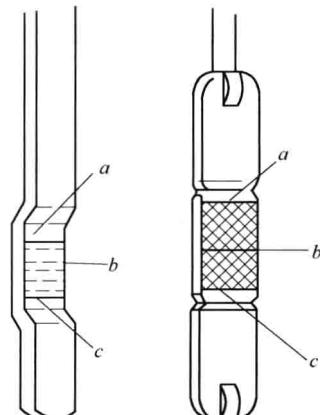

图 1-1 机油尺
(1) 将车辆水平停放，预热发动机，机油温度必须达到正常运行温度(风扇至少起动两次)。
(2) 发动机熄火后等待几分钟，让机油流回到油底壳中。
(3) 拔出机油尺，用干净的抹布擦净，再将机油尺插到底。
(4) 拔出机油尺，观察机油油面位置。机油尺表面有上下两条刻度线。如果机油油面位置在两条刻度线之间，表明机油油位符合要求。在实际操作中，若机油油位在上刻度线附近，不必加注机油；若机油油位接近下刻度线，可以加注机油；若机油油位在下刻度线以下，则必须加注机油，若机油油位超过上刻度线较多，则需要放出机油。如图 1-1 所示。如果发现机油油位过低，还应认真检查润滑系统是否有漏油现象。在补加机油时，应与在用油的型号一致，不同型号的机油不应混用。